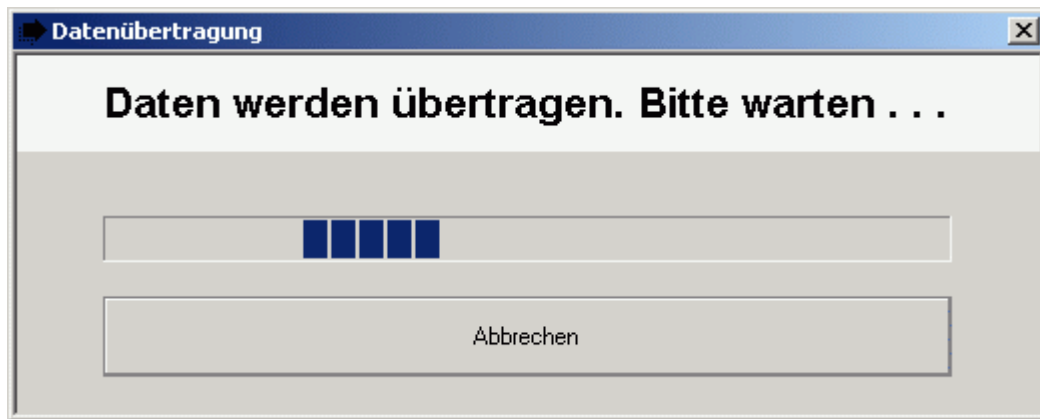

Abbildung 17.2: Datenübertragung
17.4. Klicken Sie auf ‚Übertragen an‘ und wählen im nachfolgenden Menü die Maschine an die das Programm Übertragen werden soll. Nachdem die Übertragung beginnt öffnet sich das Übertragungsfenster wie in Abbildung 17.2.